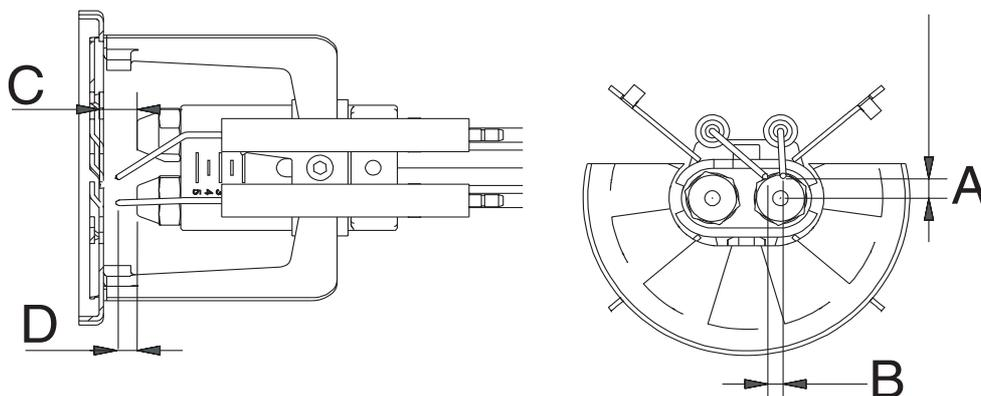

Fig. 24
- Desmontaje, examen y limpieza cabeza de combustión; durante el montaje respetar escrupulosamente las tolerancia explicadas en Fig. 24;
A fin de garantizar un buen encendido es necesario respetar las medidas (en mm) reportadas en la Fig. 24.